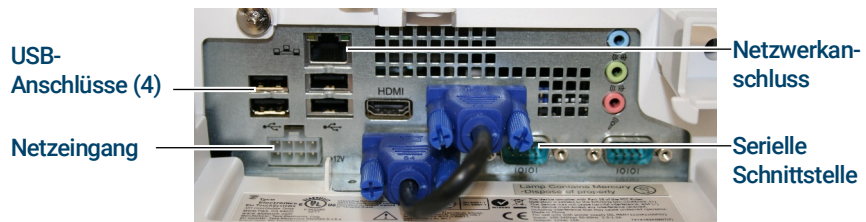

Abbildung 3. Controller-Anschlüsse (Unterseite)
- 1 **Netzkabel anschließen:** Ein Netzkabel dient zum Anschließen des Geräts an eine geerdete Wechselstrom-(Netz-)Steckdose. Ein zweites Netzkabel wird verwendet, um das Netzteilmodul des Controllers mit der Wechselstromversorgung zu verbinden. Das Netzteilmodul wird dann an der Buchse an der Unterseite des Controllers angeschlossen. (Siehe **Abbildung 3.**)
- Ein zweites Kabel (USB) verbindet die mit „USB“ beschriftete Buchse des Analyzers mit dem USB-Anschluss des Controllers direkt neben dem Netzwerk-(Ethernet-)Anschluss. Dieser Anschluss muss für die ordnungsgemäße Funktion des Geräts und des Barcodelesers verwendet werden. (Siehe **Abbildung 3**.)